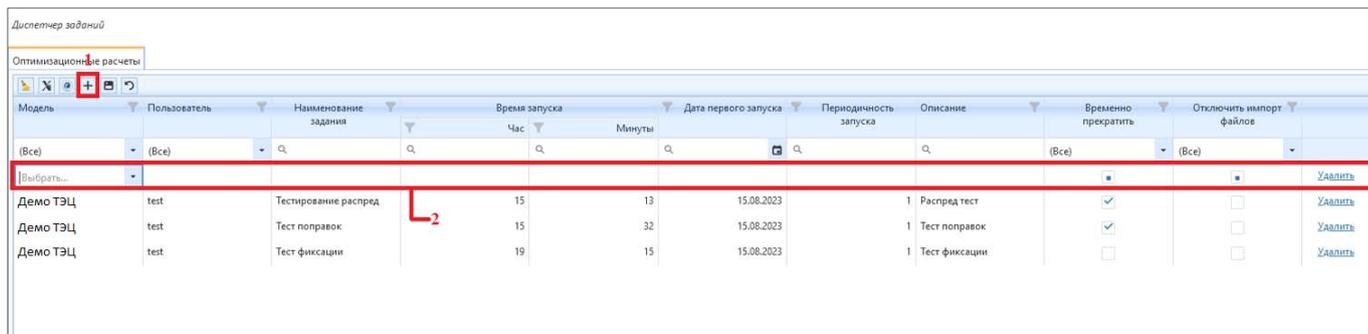
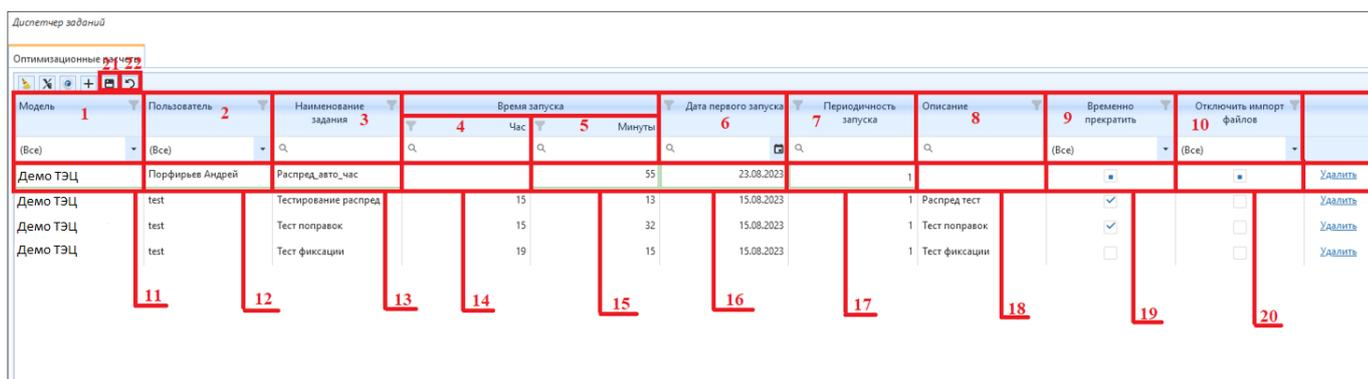

Рисунок 4.1.21 – Порядок добавления строки для задания в подразделе «Диспетчер заданий»
Рисунок 4.1.22 – Порядок внесения записей с настройками в добавленную строку для автоматического задания
3. В верхнем поле с опциями модуля нажмите на кнопку (1) «Добавить строку» (рис. 4.1.21). После этого автоматически появится строка для записей (2) (рис. 4.1.21), в которую необходимо ввести настройки (рис. 4.1.21);
4. В добавленную строку (блок 2) (рис. 4.1.21) введите записи с настройками, соответствующие колонкам (рис. 4.1.22):
- в колонке (1) «Модель» (рис. 4.1.22) выберите из выпадающего списка модель, для которой вносится задание. Пример записи: (11) «Демо ТЭЦ» (рис. 4.1.22);
- в колонке (2) «Пользователь» (рис. 4.1.22) выберите из выпадающего списка формального пользователя, под которым будет автоматически заполняться форма с исходными данными и автоматически воспроизводиться расчет по расписанию. Пример записи: (12) «Порфирьев Андрей» (рис. 4.1.22);
- в колонке (3) «Наименование» (рис. 4.1.22) введите ручную наименование для автоматического задания. Пример записи: (13) «Распред_авто_час» (рис. 4.1.22);
- в колонке (4) «Час» (рис. 4.1.22) введите целое численное значение, соответствующее часу в рамках суток. Если определено, что задание запускается чаще одного раза в день, оставьте это поле с записью пустым. Пример записи отсутствует (14) (рис. 4.1.22);
- в колонке (5) «Минуты» (рис. 4.1.22) введите целое численное значение, соответствующее минуте в рамках часа. Пример записи: (15) «55» (рис. 4.1.22);
- в колонке (6) «Дата первого запуска» (рис. 4.1.22) с помощью мини окна с календарем или вручную установите дату первого запуска задания. Пример записи: (16) «23.08.2023» (рис. 4.1.22);
- в колонке (7) «Периодичность запуска» (рис. 4.1.22) введите целое численное значение, соответствующее часу в рамках суток, для определения периодичности выполнения автоматического задания. Пример записи: (17) «1» (рис. 4.1.22). Означает, что автоматическое задание будет выполняться на каждый час;
- в колонке (8) «Описание» (рис. 4.1.22) введите вручную краткое описание к автоматическому заданию, оно будет являться комментарием автора. Пример записи отсутствует (18) (рис. 4.1.22);
- в колонке (9) «Временно прекратить» (рис. 4.1.22) при необходимости установите признак (19) (рис. 4.1.22) для того, чтобы прекратить выполнение автоматического задания;
- в колонке (10) «Отключить импорт файлов» (рис. 4.1.22) при необходимости установите признак (20) (рис. 4.1.22) для того, чтобы отключить импорт файлов (xlsx, xml, csv и т.д.) в форму с исходными данными;
- для сохранения строки с записями настроек нажмите на кнопку (21) «Сохранить» (рис. 4.1.22), для отмены создания строки и записями с настройками нажмите на кнопку (22) «Отменить изменения» (рис. 4.1.22).
5. После добавления автоматического задания необходимо привязать задание к типу расчета. Выберите нажатием левой кнопкой мыши (выделившееся строка отобразится серым цветом) строку с созданным заданием для авторасчета (1) (рис.